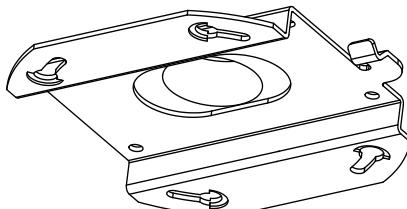

图2-46 安装标记
- 利用智能球吸顶底座，在天花板上标记 4 颗螺丝安装孔的位置。如果使用顶部电缆出现方式，您需要在天花板上标记线缆的位置并钻孔，如图 2-46 所示。